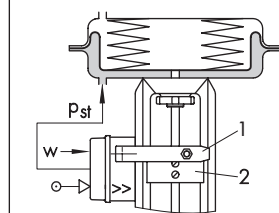

Рис. 3 · Направ. дейст. >> присоединение слева
Принцип работы (рис. 3)
При нарастающем командном сигнале давление исполнительного импульса может быть нарастающим (прямое >>) или убывающим (обратное <<). Направление действия зависит от монтажного положения поворачиваемой на 180° опоры сопла. Видимый индикатор (>> или <<) показывает установленное направление действия. При изменении направления действия или позиции безопасности необходимо также изменить монтажное положение позиционера (рис. 3 б).
Способы монтажа позиционера и привода, монтажного положения сервопривода, командного сигнала и направления действия показана на рис. 3 до 6.
Выдвигающийся усилием пружин шток привода (рис. 3, 4)
На рис. 3 до 6 изображены различные возможные варианты присоединения и направления действия. Пояснения «Присоединение справа» и «Присоединение слева» действительны, если смотреть со стороны рычага (1) и пластины (2).